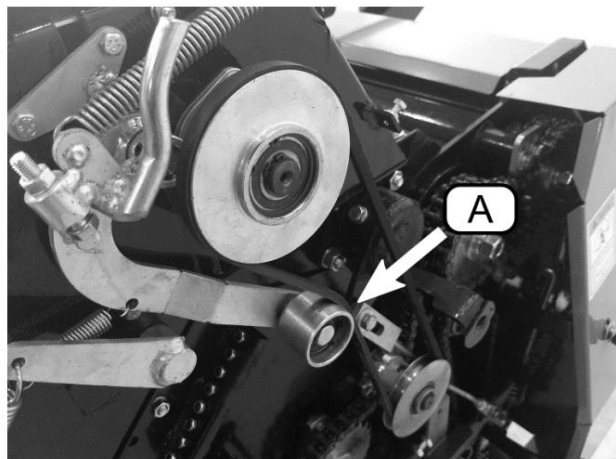

Figura 33 Partea stângă a preseii
5. Trageți de frânghia de activare a plasei cu o tragere fermă și țineți frânghia timp de trei secunde întregi. Tragând de frânghie, se va angaja întinzătorul pentru centura de activare a plasei (Figura 33, A). Dacă frânghia nu este trasă ferm, este posibil să nu existe suficientă tensiune pe centură pentru a avansa plasa. După ce au trecut trei secunde, eliberează frânghia. Rețeaua va continua să se desfacă pentru o perioadă scurtă de timp și în cele din urmă va fi tăiată automat. Când se întâmplă acest lucru, procedura de înfășurare a plasei este încheiată.